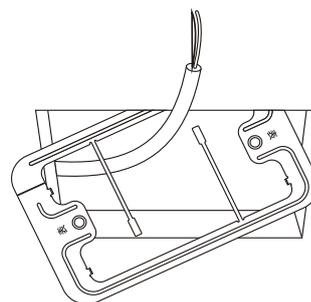

Fig. 3-26
3. Far passare il cavo attraverso la staffa di montaggio e inserire quest'ultima nel foro di montaggio (Fig. 3-26).